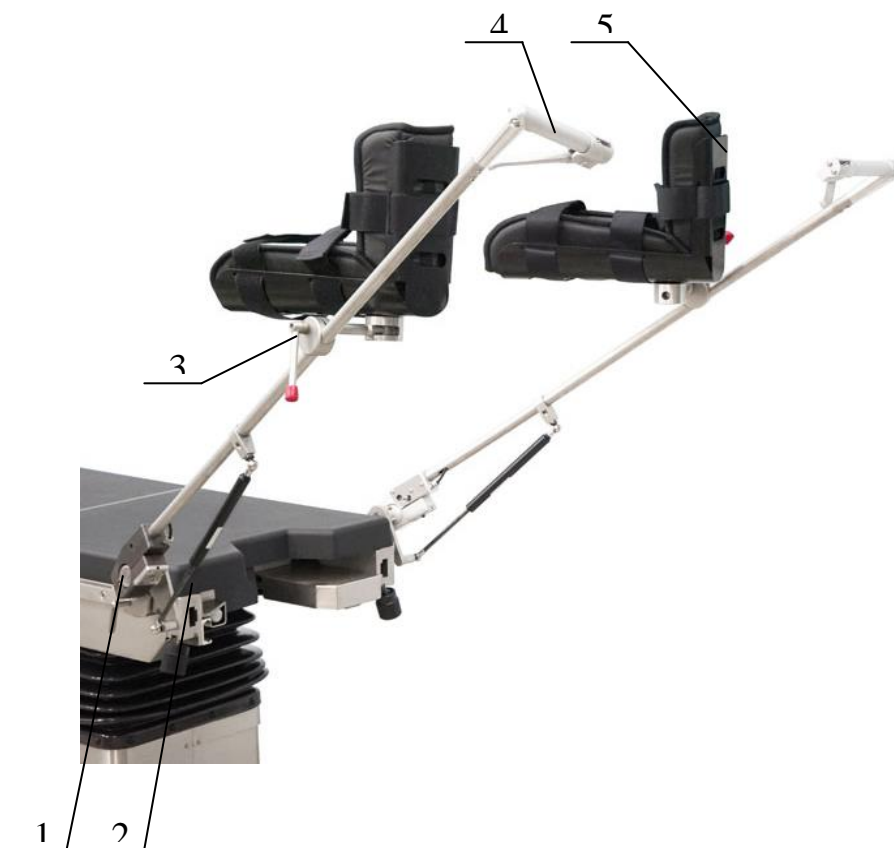

Рисунок 10. Комплект хирургических держателей ног.
2. Комплект хирургических держателей ног (опция) (Рисунок 10) позволяет легко перемещать ноги при размещении в нужном положении.